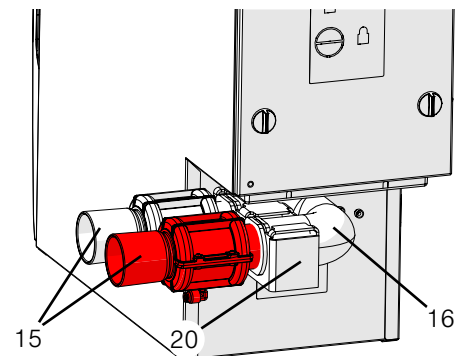

图 3
吸尘软管通过启动夹管阀（15，图3）控制开、关。
- ⇒ 将夹管阀（15，图 3）从吸尘管（16，图 3）中拉出。